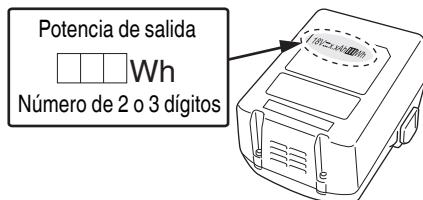

Fig. 1
- **Instale el paquete de baterías en la herramienta eléctrica o almácenelo presionando la tapa de baterías hasta que se oculten los orificios de ventilación para evitar cortacircuitos.** (Ver Fig. 1)